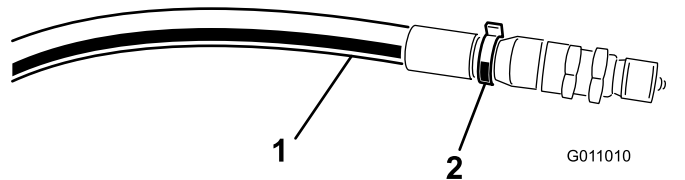

図 15
**注** 高圧側のホースにケーブルタイを巻くなどして印をつけておくと便利です。図 15。